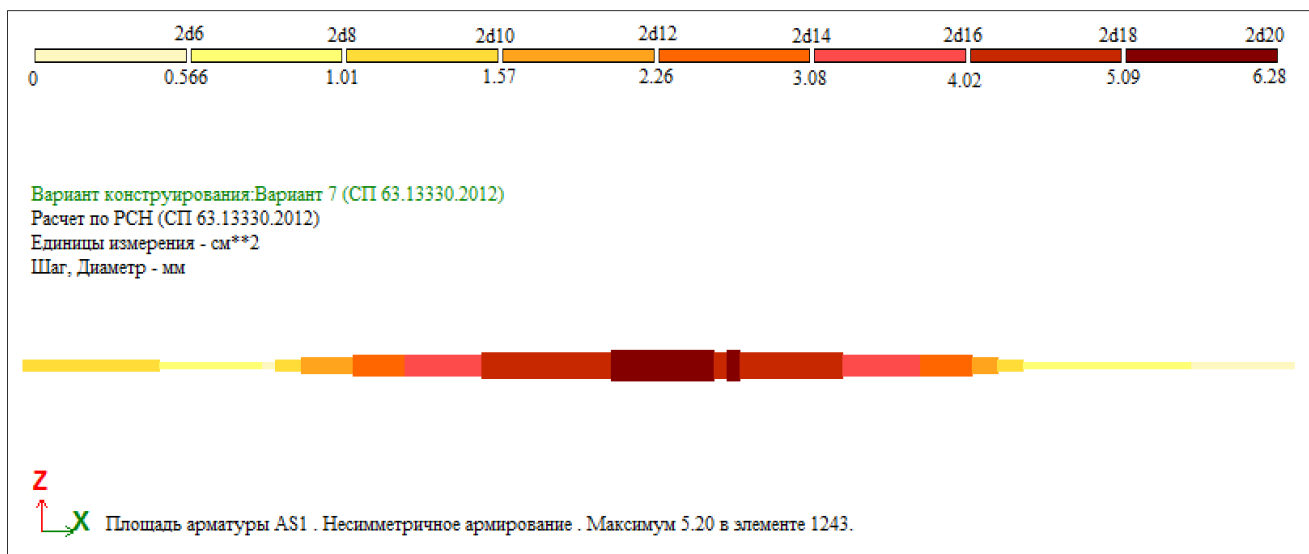

Рис. 20.11. Распределение нижней продольной арматуры контурной балки
- Щелкните по кнопке **Распределенная арматура AS1**  на панели **Армирование стержней**. На экране появится мозаика армирования балки нижней продольной арматурой (рис. 20.11). Из рисунка видно, что максимальное значение площади сечения арматуры составляет  $5,2 \text{ см}^2$ .